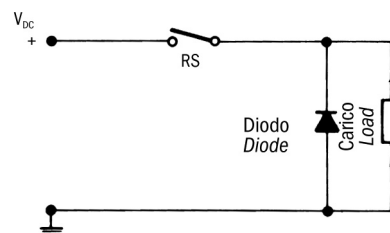
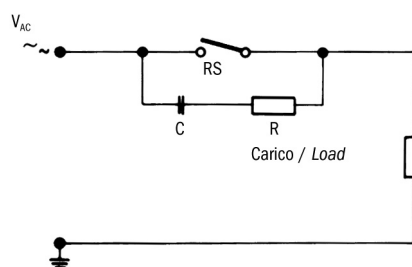

Fig. 1 Protezione con corrente continua per carichi induttivi.
Fig. 2 Protezione con corrente alternata con collegamento RC
**1) Carichi induttivi** In presenza di circuiti alimentati con corrente continua, la protezione del contatto è relativamente facile. Si deve collegare in parallelo al carico un diodo semiconduttore come indicato nella fig. 1 (vedi pagina seguente). Le polarità devono essere collegate in modo che il diodo si blocchi con il normale voltaggio di esercizio e sempre in corto circuito nel caso di inversione delle polarità. Quando si commutano dei carichi induttivi alimentati con corrente alternata non si può utilizzare un diodo, bisogna usare un dispositivo di soppressione dell'arco. Di solito si tratta di un collegamento RC parallelo al commutatore e quindi in serie con il carico, come da fig. 2 (vedi pagina seguente). La dimensione del soppressore di arco può essere determinata dal monogramma di fig. 3 (vedi pagina seguente).